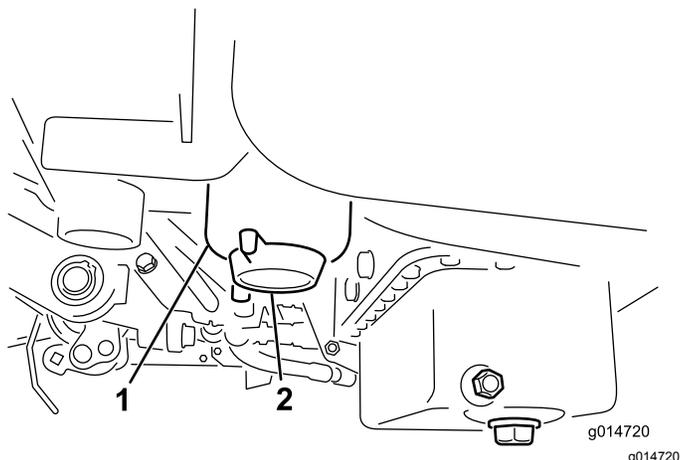

图34
3. 打开燃油滤清器上的排油塞、大约旋转一周、排干积水图34。排干之后拧紧排油塞。